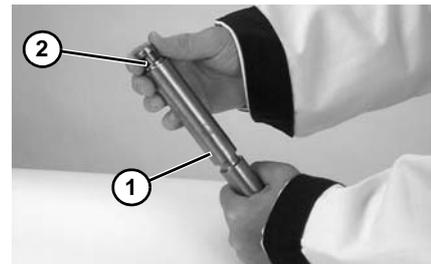

Figura 80
2. Inspeccione el husillo (**Figura 80, artículo 1**). Sustitúyalo si está desgastado.
3. Deslice e inserte el cojinete (**Figura 80, artículo 2**) en el husillo.